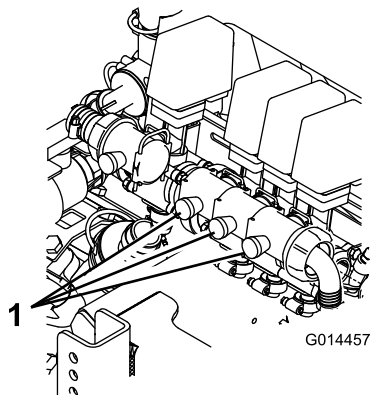

Figura 4
11. Regolate la valvola di bypass della barra (Figura 4) sul gruppo della valvola di bilanciamento che corrisponde alla barra che avete disattivato, finché il misuratore di pressione non mostra un valore identico a quello rilevato al punto 8.